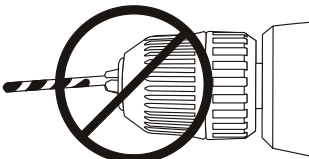

Fig. 4
**AVERTISSEMENT :** La Fig. 4 illustre ce qu'il ne faut PAS faire. N'insérez pas le foret dans le mandrin de cette façon. Le foret DOIT être inséré correctement. Les trois mâchoires du mandrin doivent retenir le foret au centre du mandrin. Si le foret n'est pas inséré correctement, il pourrait être éjecté hors du mandrin et cela risque de causer des blessures graves ou d'endommager le mandrin.